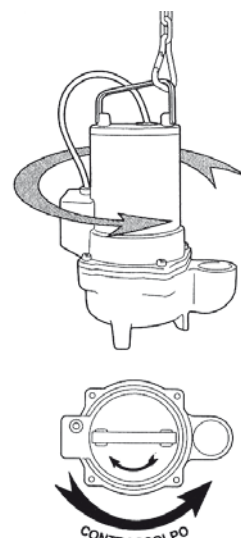

Fig. 9
- le sens correct de rotation est indiqué par une flèche qui se trouve sur le couvercle et sur le corps de pompe. Si la pompe tourne dans le sens correct, elle aura un couple de renversement dans la direction opposée aux flèches (fig. 9).